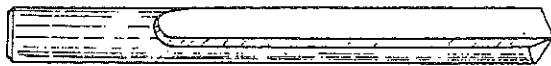

Fig. 10
*BROCAS DE CANALES RECTOS Y BROCAS TIPO CAÑÓN* - la broca de la fig. 10 presenta dos canales rectilíneos y es usada especialmente para taladrar bronce y latón.